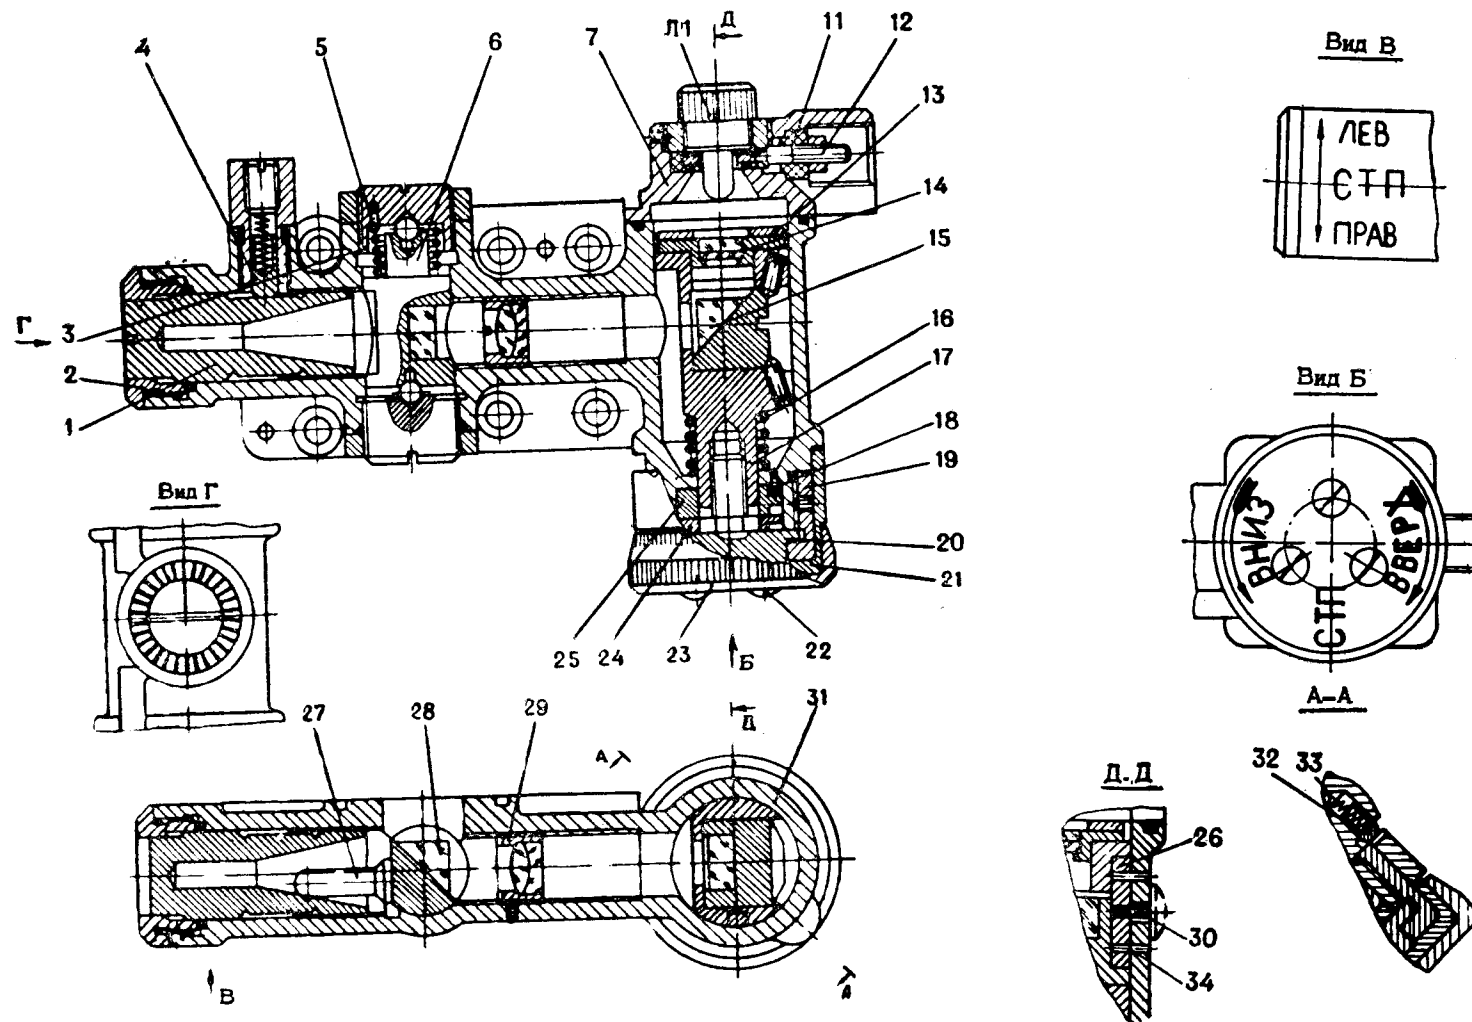

Рис. 8. Механизм выверки
- не поворачивая винт 20 (рис. 8), установить шкалу с маркировкой, соответствующей оружию, при этом начальное деление шкалы совместить с указателем на корпусе;